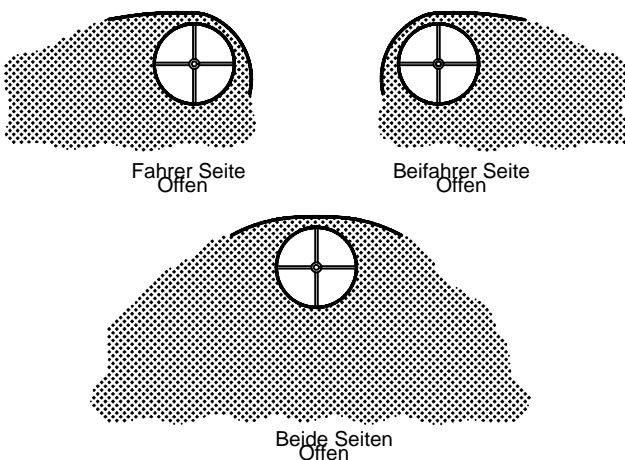

Bild 19. Deflektor Einstellung
2. Zur Veränderung der Streubilder, verstellen Sie den Deflektor, siehe Bild 19.